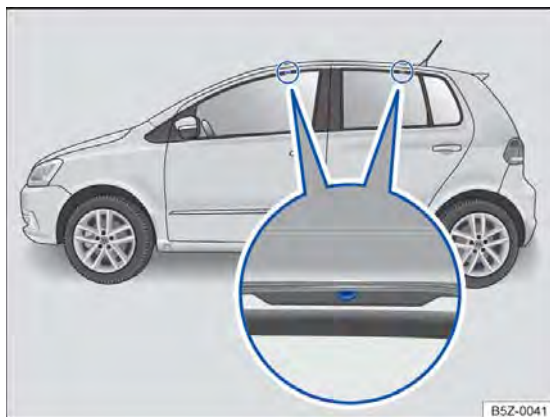

Fig. 80 Pontos de fixação dos suportes de base do bagageiro do teto (ambos os lados).
Os furos ou marcações dos pontos de fixação dos suportes de base ficam visíveis com a abertura das portas (dianteiras e traseiras) do veículo e encontram-se no lado nas vigas do teto → Fig. 80 (lupa). Os furos ou marcações para fixação atrás encontram-se no lado inferior das vigas do teto → Fig. 80 (lupa direita).
- Fixar os suportes de base somente nas marcações indicadas na figura → Fig. 80.